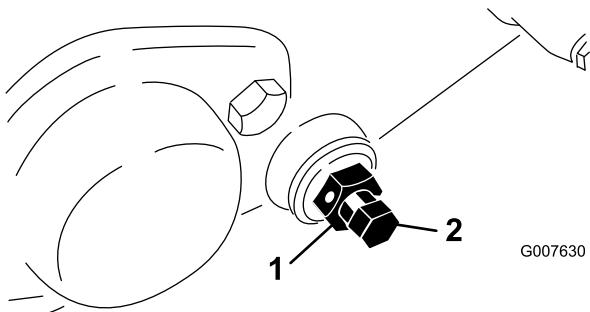

Figura 49
3. Allentate, da ciascun lato della macchina, il controdado che fissa il bullone della barra di appoggio (Figura 49).
4. Togliete i bulloni della controbarra perché quest'ultima possa essere tirata in giù e tolta dalla macchina. Conservate le due rondelle di nylon e le due rondelle in acciaio stampato presenti su ciascun lato della barra di appoggio (Figura 49).